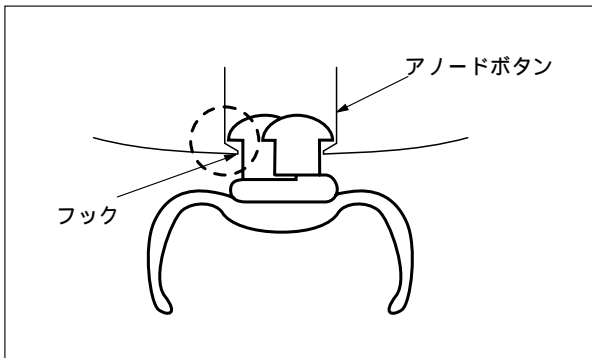

Fig. 3-7
- (7) さらにFig 3-7の様にフックの反対側のフックを、アノードボタンに掛ける。